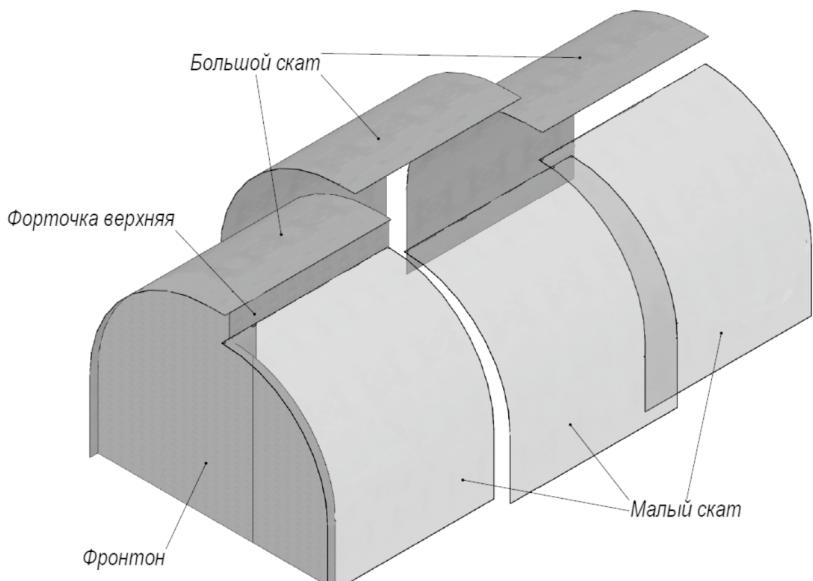

Рис.3 Схема укрытия поликарбоната
4. Укройте больший скат каркаса нарезанными листами поликарбоната (схема для теплицы 3х6 – на Рис.3). Прикрепите поликарбонат к фронтонам и дугам саморезами (поз.18) с шагом 300-500 мм. Нижние и верхние торцы закрыть перфорированной лентой или скотчем.
5. Аналогично по схеме (Рис. 3) укройте малый скат каркаса, верхний торец поликарбоната заводиться под верхние фортинки и крепиться саморезами с внутренней стороны теплицы к фортинкам (поз.8 и 9). Далее закрепите поликарбонат к фронтонам и дугам саморезами (поз.18) с шагом 300-500 мм. Верхние торцы листов рекомендуется закрыть П-образным резиновым уплотнителем, а нижние торцы закрыть перфорированной лентой или скотчем.